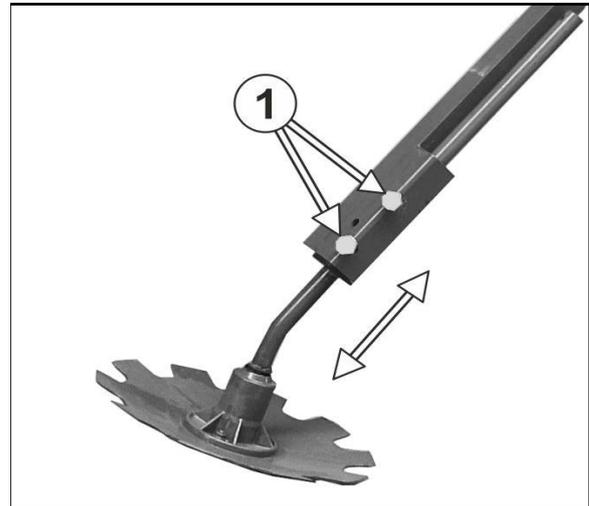

Fig. 95
3. Schrauben Fig. 95/1) lösen.